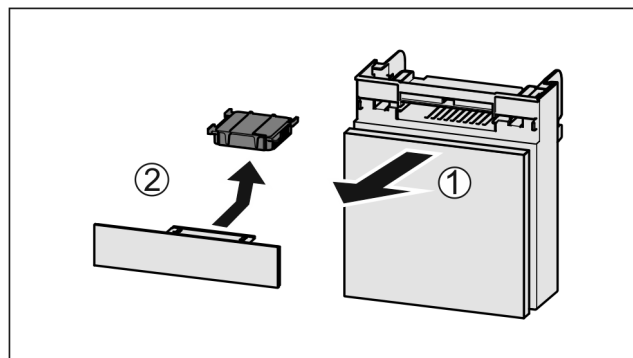

Fig. 218
- ▶ Pretinac izvucite Fig. 218 (1) prema naprijed.
- ▶ Izvadite filtara s aktivnim ugljenom Fig. 218 (2).